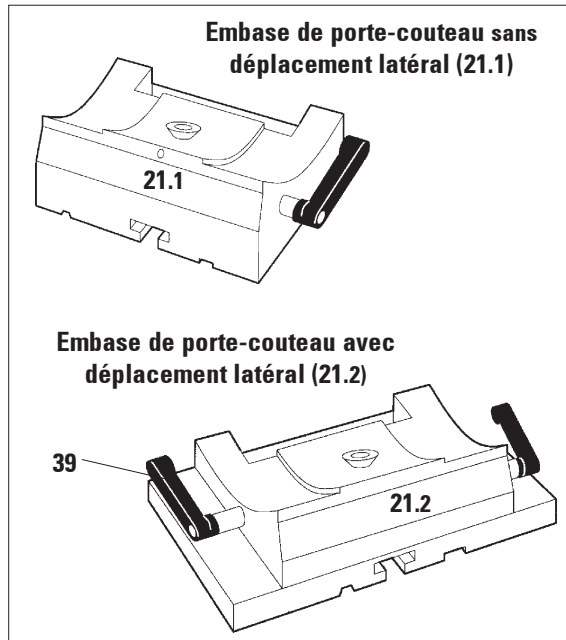

Fig. 25
- Pour débloquer le serrage, rabattez le levier de serrage (39, fig. 25) à gauche de l'embase de porte-couteau en avant.
- Pour bloquer, rabattez le levier (39) en arrière.